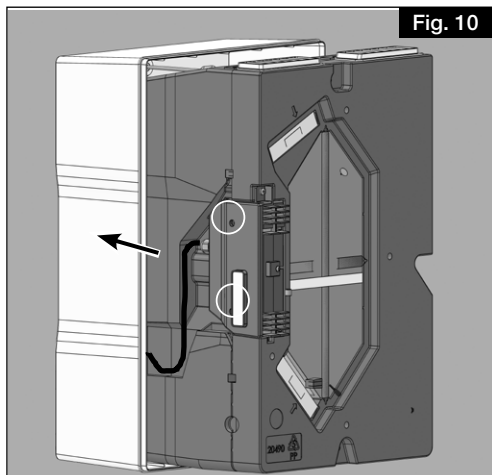

Fig. 10
5. Fermer le couvercle de la boîte à bornes et le fixer à l'aide des deux vis. Enfoncer complètement l'appareil (voir Fig. 10).